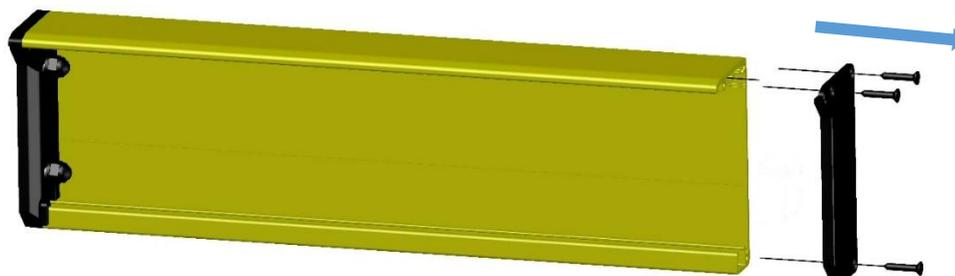

Figura 3
4) Smontare il coperchio laterale dal braccetto, svitando le tre viti di fissaggio (Figura 3):